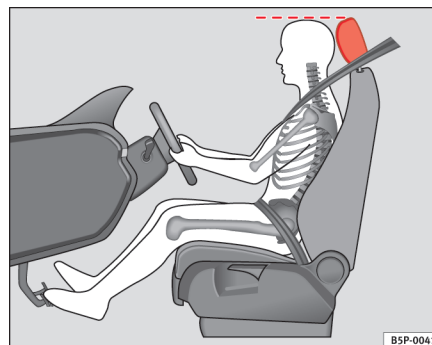

Fig. 2 Réglage correct de l'appuie-tête du conducteur
- Réglez l'appuie-tête de telle manière que le bord supérieur de celui-ci soit à la même hauteur que la partie supérieure de votre tête ⇒ fig. 2.